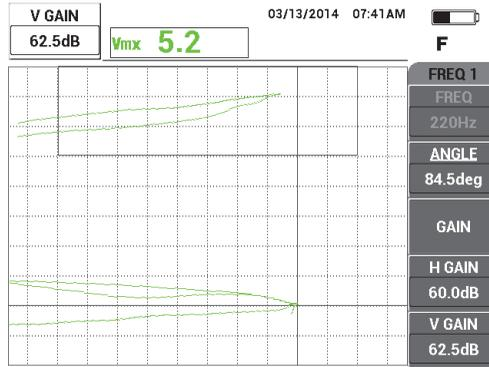

Figura 5-26 Ajuste de la ganancia vertical
- Pulse tres veces la tecla GAIN (**dB**) para acceder al parámetro V GAIN (ganancia vertical) y, después, incremente la ganancia vertical hasta alcanzar la última división vertical de la pantalla, la cual equivale al 90 % de la altura de la pantalla. Vea la Figura 5-26 en la página 159.